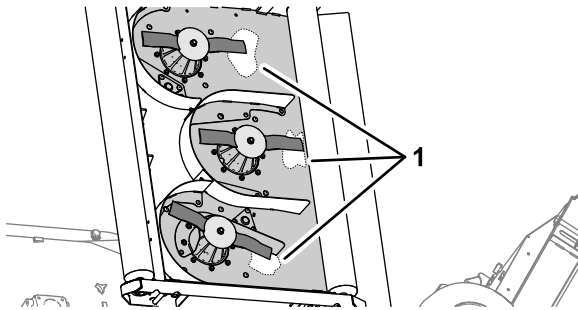

Bild 71
2. Reinigen Sie die Unterseite des Mähwerks im Bereich der Schneidkante an der Rückseite des Messers (Bild 71).